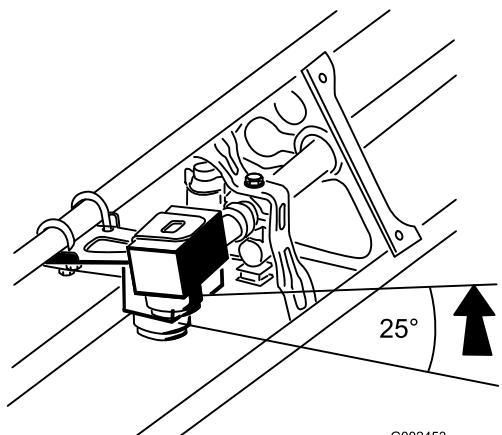

図 3
4. センサーが地表面に対して平行な状態から約 25 度上向きに傾くようにセンサーと保護チューブを回転させて位置を決め、この状態で U ボルトのロックナットを全部本締めしてセンサーと保護チューブを固定する（図 3）。この調整が終了した状態で、保護チューブがセンサーの上になければいけない。